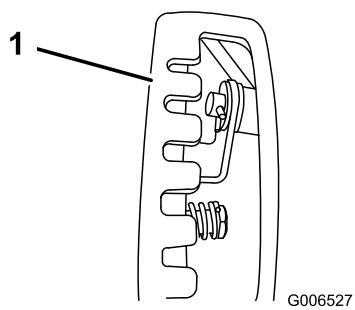

Figura 13
**Nota:** Para facilitar a instalação, olhe para baixo através da abertura do selector de velocidade (Figura 13).